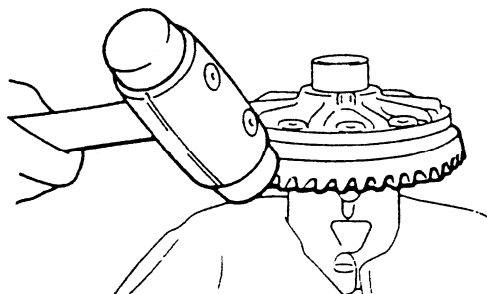

图 4-107 拆卸从动齿轮
(3) 拆卸从动齿轮时，将虎钳上覆一些软质材料以防止从动大齿轮的齿环产生划痕。如图 4-107 所示，将变速器壳置于虎钳上，拆下从动大齿轮螺栓。用塑胶榔头轻敲从动大齿轮使其脱离外壳，从虎钳上取下从动大齿轮与外壳。注意拆下的从动大齿轮上的螺栓，安装时必须换新。